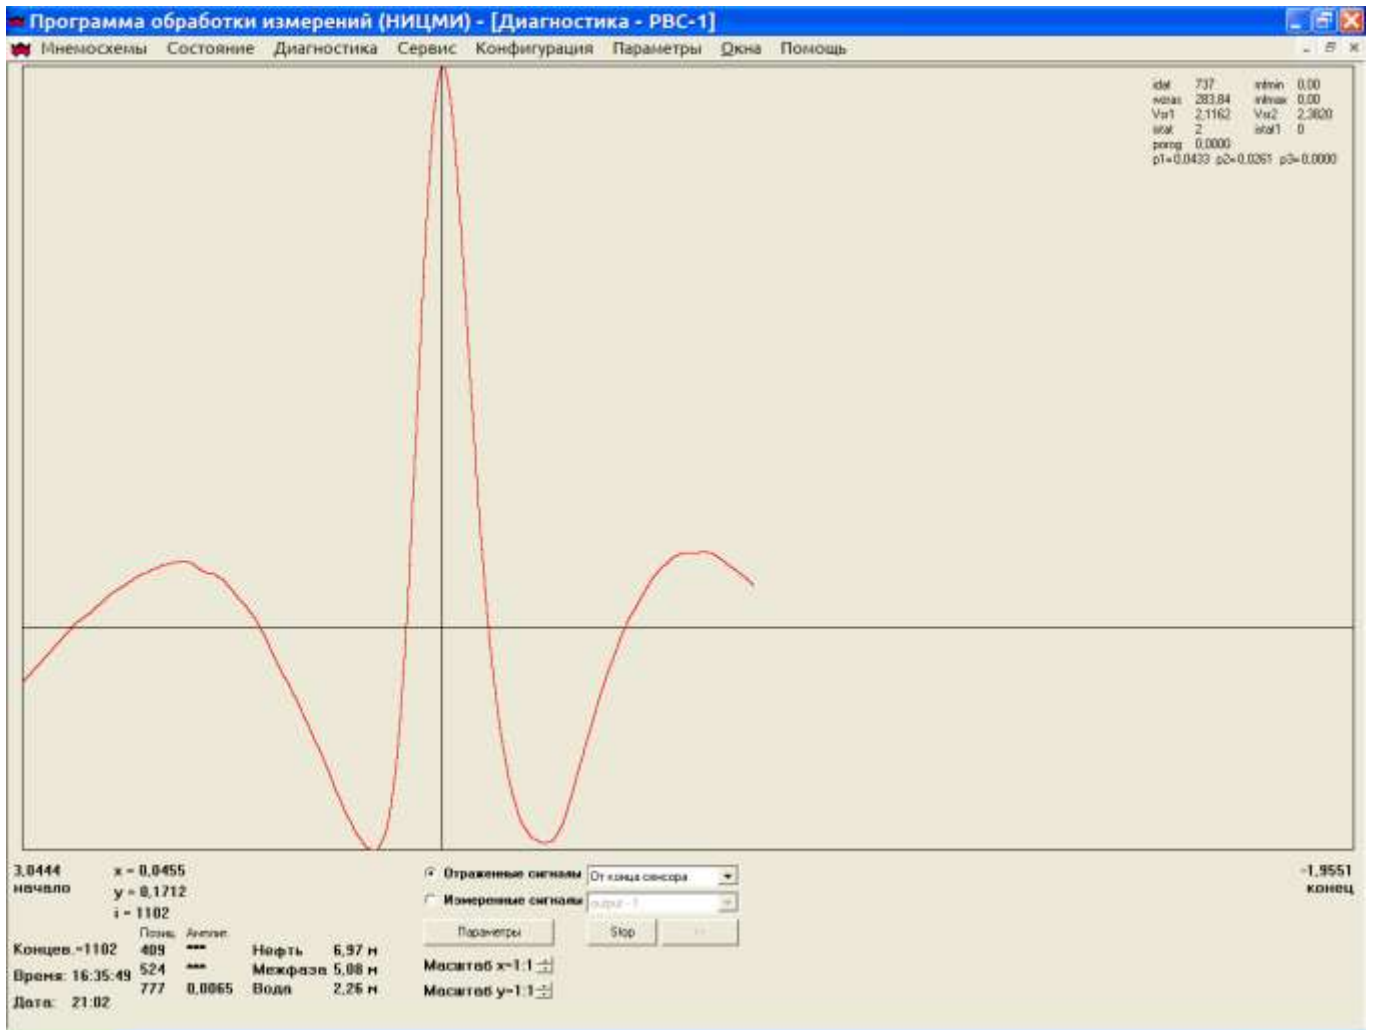

Рис.6
2.6 Контроль формы и уровня отражения от концевикового блока датчика. Выполняется с АРМа оператора программы «Mlevel». В меню программы «Mlevel» выбирается раздел «диагностика», нажатием левой клавиши мыши выбирается емкость для анализа. Далее в разделе «отраженные сигнала» нажатием левой клавиши мыши выбирается закладка «от конца сенсора». Отраженный сигнал от конца датчика должен представлять собой одиночный импульс. Рис.6 Курсор устанавливается на максимальную положительную точку коцевикового импульса и считывается значение амплитуды и заносится в п.4.6 карты. Сигнал считается нормальным, если представляет собой одиночный импульс с амплитудой не менее 0,01.